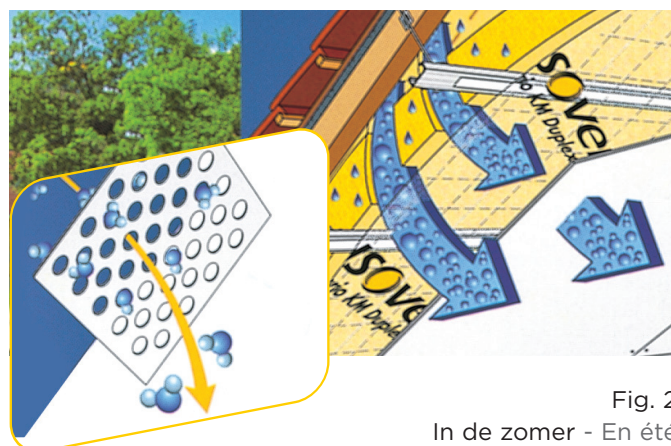

Fig. 2
**In de zomer (fig. 2)**
**En été (fig. 2)**